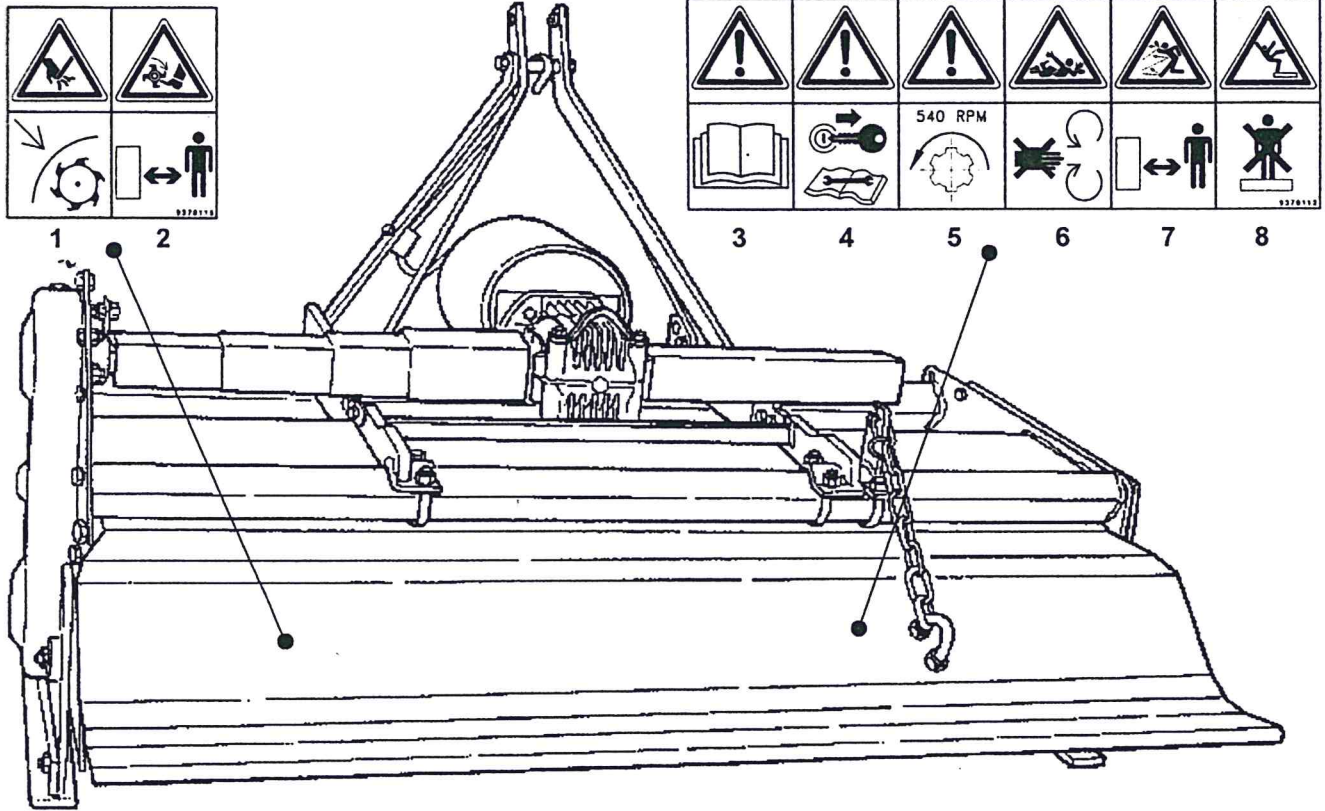

Fig. 2
2. Um den 3-Punkte-Anschluß wiederherzustellen und am verschiebbaren Rahmen zu befestigen, muß man: Die Schraube Nr. 1 und die Schrauben Nr. 2 & 3 in die dafür vorgesehenen Löcher einfügen (siehe **Abb. 2**). Nach der Wiederherstellung des 3-Punkte-Anschlusses sicherstellen, daß die Mutterschrauben gut festgemacht wurden.
3. Den Stützfuß (siehe **Nr. 6, Abb. 2**) in den dafür vorgesehenen Träger einfügen. Den Fuß mit dem Haltestift festmachen.
10. Das rechte Lager des Läufers (siehe **Nr. 4 und 5 Abb. 2**) einfetten.